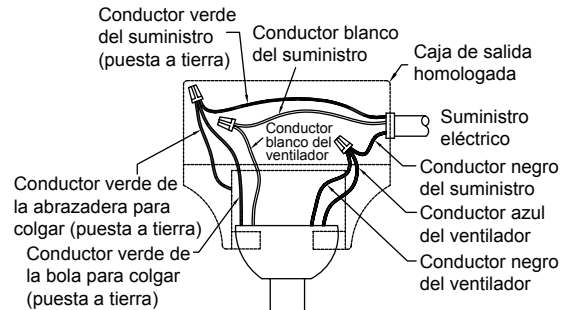

Figura 3
3. Una vez realizadas las conexiones, gire los conductores hacia arriba y, con cuidado, colóquelos dentro de la caja de salida; con los conductores blancos y verdes hacia un lado y los conductores negros hacia el otro. (Figura 3)
3. Presione hacia arriba el anillo de la cubierta de tornillos para ocultar los tornillos. Así, las pestañas de montaje se coloquen en las ranuras con muescas ubicadas en la cubierta del techo entre los tornillos. (Figura 3)